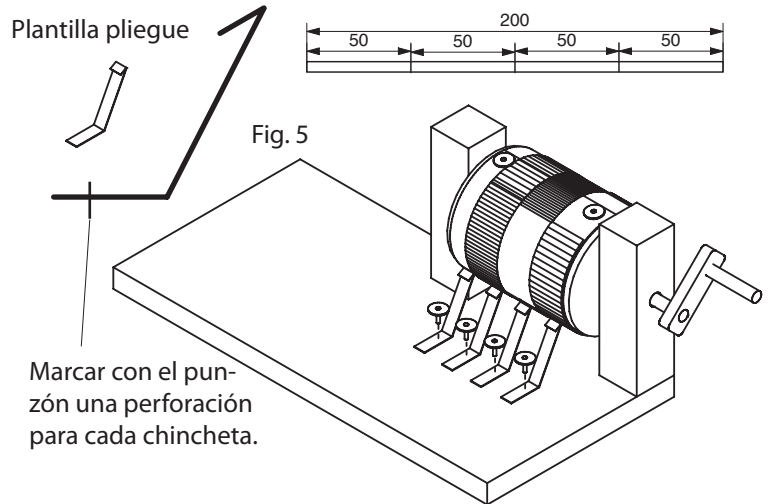

Fig. 5
6. Dividir la cinta de latón (7) en 4 trozos de igual longitud (50 mm) y doblar los cuatro trozos según indica la plantilla de pliegue (ver Fig. 5). Fijar las tiras dobladas a la placa base (6) con una chincheta (15) cada una, como se indica en la ilustración. Asegurarse de que los extremos tengan buen contacto con la chapa de metal.